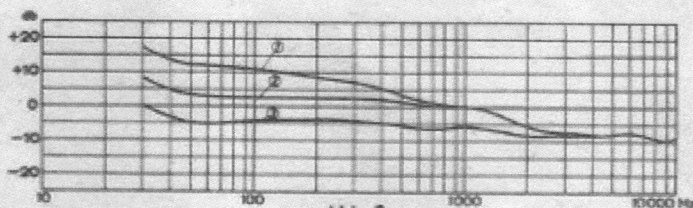
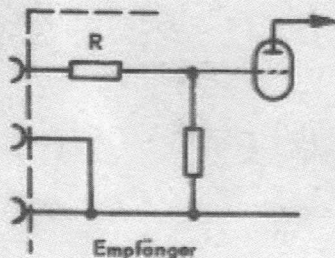

Abb. 2
Abb. 3
- (1) bei Abschlusswiderstand von 1 MΩ
- (2) bei Abschlusswiderstand von 300 kΩ
- (3) bei Abschlusswiderstand von 100 kΩ
Wird der Tonabnehmer mit 1 MΩ abgeschlossen, werden die tiefen Frequenzen ungeschwächt wiedergegeben. (Abb. 2) Allgemein soll der Empfänger-Eingangswiderstand nicht unter 500 kΩ betragen, liegt er jedoch unter 100 kΩ, so wird sich mit Rücksicht auf eine gute Tiefenwiedergabe meistens eine Vergrößerung empfehlen. Will man keinen Eingriff in die eigentliche Schaltung des Empfängers vornehmen, so setzt man einen Widerstand (R) in die Leitung, die zur "heissen" Tonabnehmerbuchse des Empfängers führt, wie Abb. 3 zeigt.